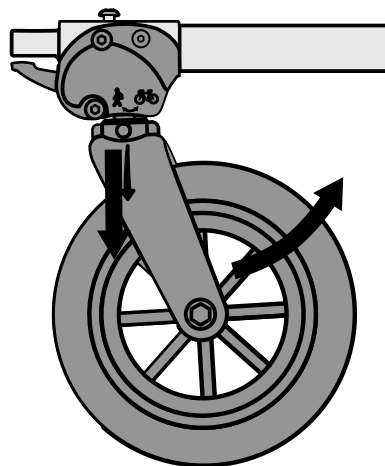
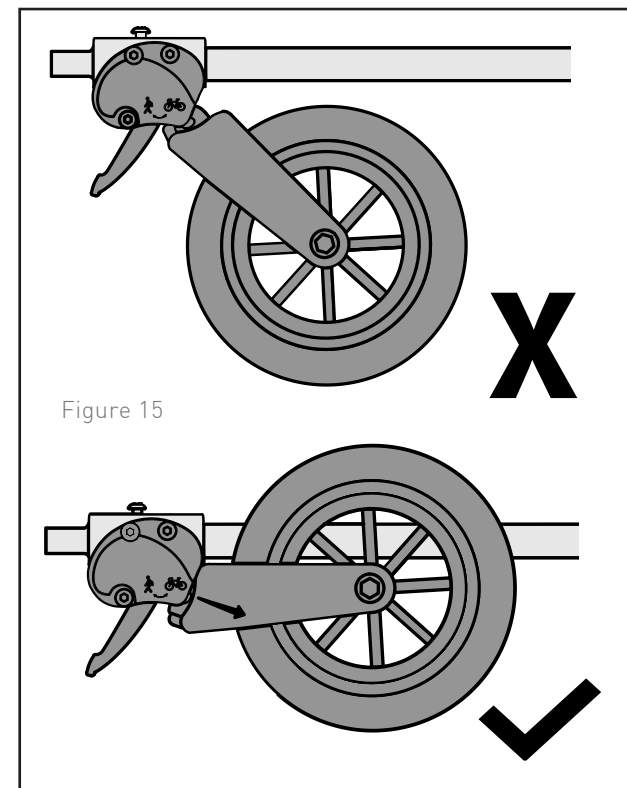

Figure 14
Figure 15
1. Tirez la fourche vers le bas (Figure 14) et faites-la pivoter pour passer en mode poussette, comme sur l'illustration. La fourche se verrouille automatiquement en mode remorque lorsqu'elle est correctement positionnée (Figure 15).